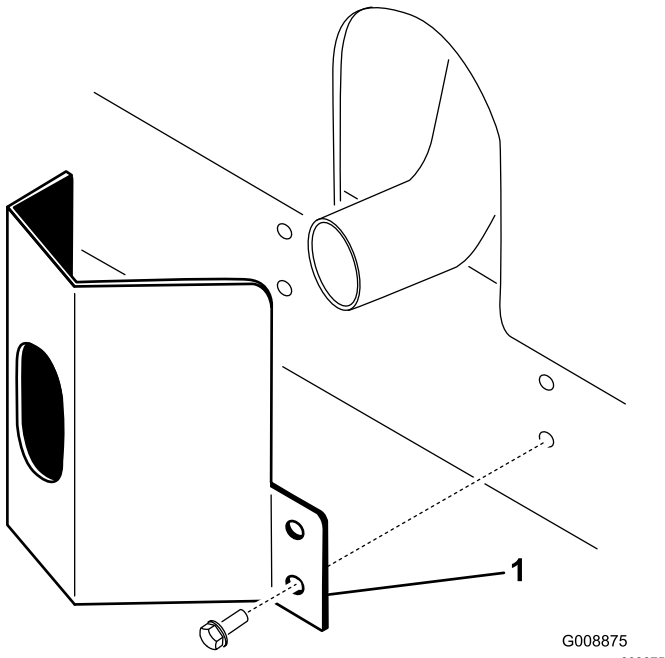

图 12
1. 将排气护罩放到消声器旁边同时将安装孔与机架中的孔对齐图 12。
2. 用 4 个自攻螺丝将排气护罩固定到机架上图 12。